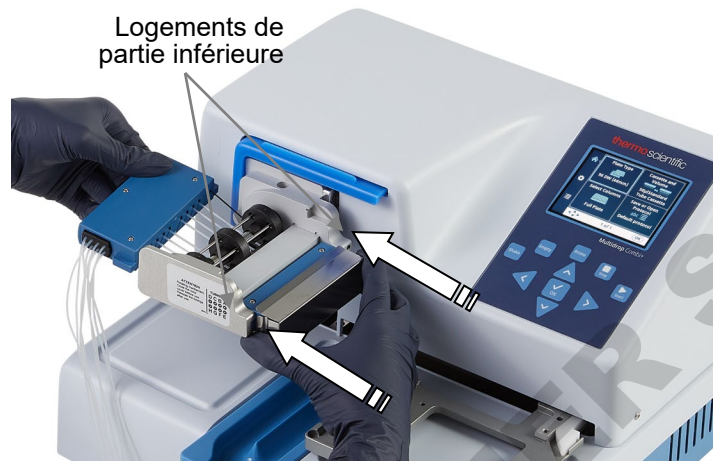

Figure 4–14. Insertion de la partie inférieure de la cassette de distribution dans ses logements
corps de pompe (Figure 4–14). Assurez-vous que les tubes sont placés librement sous le rotor de pompe et les fils de limitation de tension sous l'arbre de rotor.
3. Saisissez fermement la partie supérieure de la cassette de distribution de votre main droite et tirez prudemment les tubes autour du rotor de pompe jusqu'à ce que la partie supérieure atteigne et rentre dans les logements de la partie supérieure du corps de pompe (Figure 4–15). Insérez dans les logements. Maintenez l'instrument fermement de l'autre main.